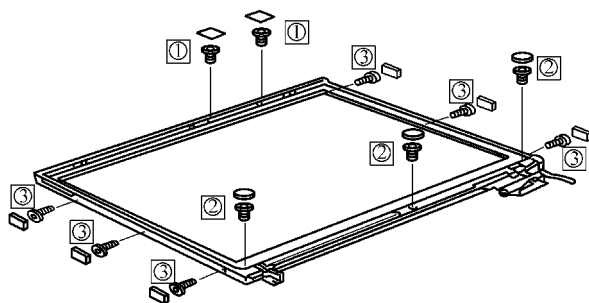

图 6-25 拆卸液晶屏螺钉及垫片
(1) 首先取下液晶屏螺钉上面的垫片，再拧下螺钉“①”、“②”、“③”，如图 6-25 所示。